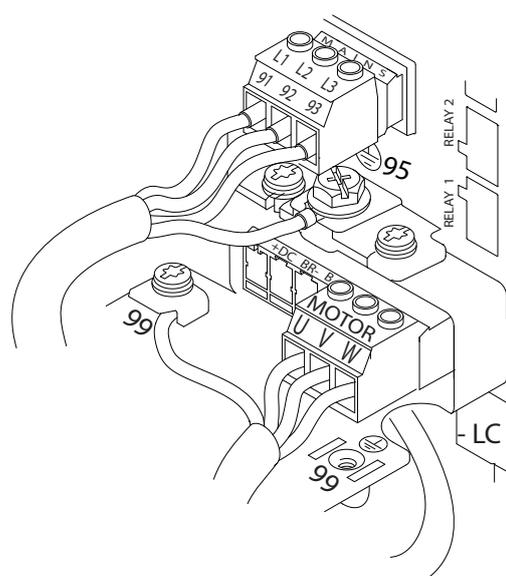

Ilustración 2.8 Ejemplo de cableado de motor, red y toma de tierra
Ilustración 2.8 representan la entrada de red, motor y toma de tierra para convertidores de frecuencia básicos. Las configuraciones reales pueden variar según los tipos de unidades y el equipo opcional.
- Conecte el cableado de alimentación de entrada trifásica de CA a los terminales L1, L2 y L3 (consulte *Ilustración 2.8*).